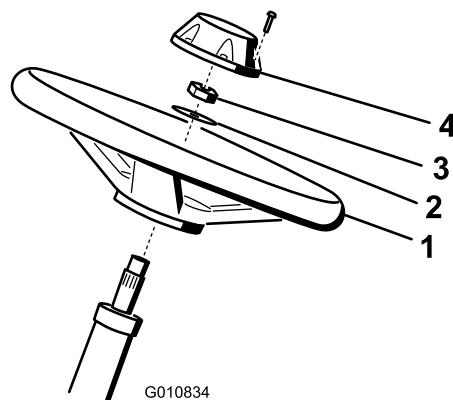

图4
1. 将方向盘滑入转向轴 图4。
2. 将垫圈滑入转向轴 图4。
3. 使用锁紧螺母将方向盘固定到转向轴上旋紧至 2735N·m 图4。
4. 将中心盖安装到方向盘上并用 6 个螺栓固定 图4。